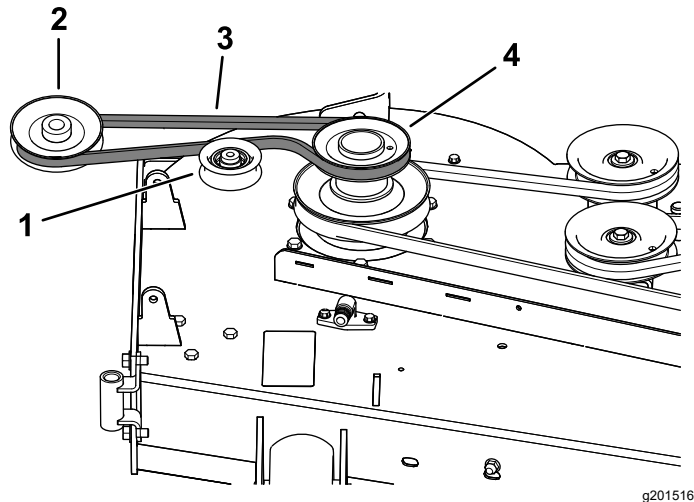
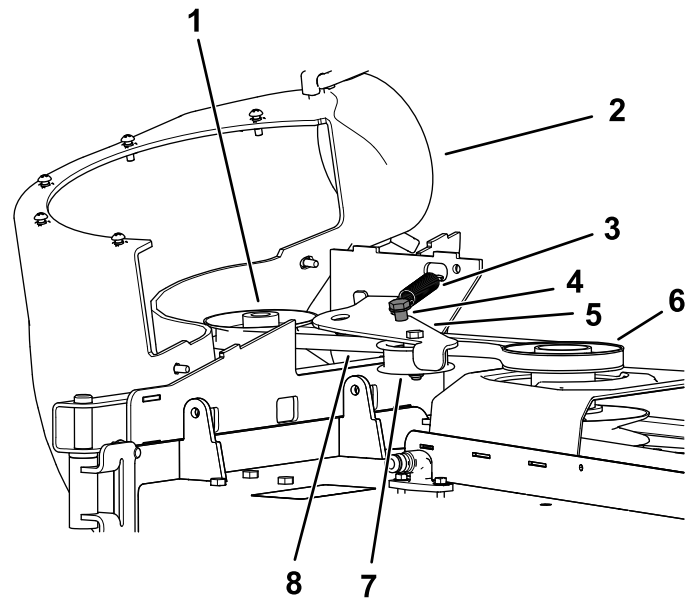

Figura 26
Figura 27
1. Si es necesario, instale la correa alrededor de la polea del soplador (Figura 26).
1. Instale la correa alrededor de la polea del soplador (Figura 26 y Figura 27); consulte 11 Instalación del conjunto del soplador \(página 15\).
3. Aleje la polea tensora del anclaje fijo del muelle y enrute la correa alrededor de la polea de la carcasa de corte (Figura 27).
4. Enrute la correa alrededor de la polea motriz, como se muestra en la Figura 26 y Figura 27.